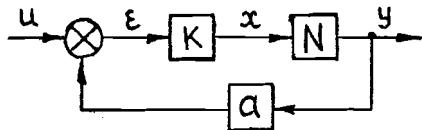

Рис.9
13. Постройте график $y = y(u)$ для системы с положительной обратной связью (рис.9), если нелинейность N имеет вид